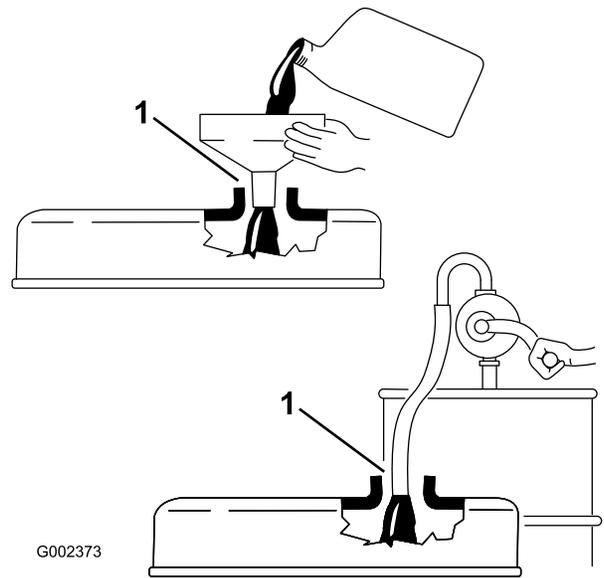

图26
**重要事项：** 确保为发动机添加机油时已取出量油尺。当添加机油或注油时，气门室盖内的注油设备与注油孔之间**必须有**空隙，如图26所示。此空隙是注油时准许通风所必需的，可以防止油溢入通气孔。